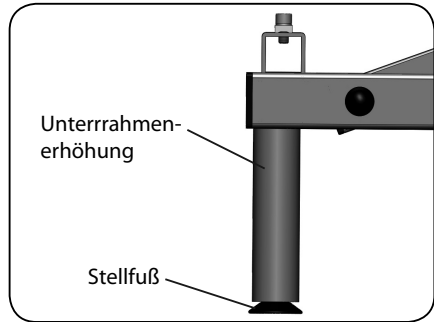

Abb. 6.8.04 - aks-B4c mit montierter Erhöhung
7. Drehen Sie die vier Unterrahmenerhöhungen inkl. Stellfüße in den Unterrahmen (Abbildung 6.8.04).